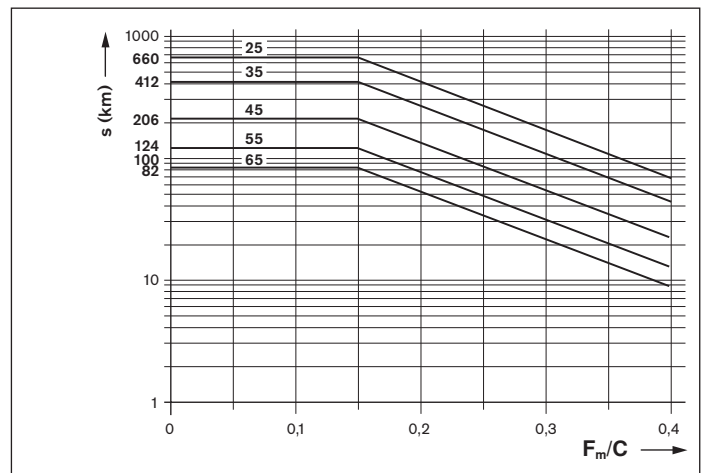

图 2：补充润滑周期
- ▶ 在润滑接口上加注符合表 4 的最小量，直到达到补充润滑周期 (图 2) 为止。
- ▶ 给每个润滑接口加注符合表 4 的最小量，直到达到补充润滑周期 (图 2) 为止。为此所需的润滑脉冲数以及润滑节拍的计算方法请参见补充润滑 (正常行程) 中的描述。
提示：为此所需的润滑脉冲数是表 4 给出的最小补充润滑量与根据表 5 所选的活塞分配器规格之间的商的取整数值。活塞分配器最小许用规格不取决于安装位置。根据公式 1 的润滑节拍是补充润滑周期 (根据图 2) 除以计算得出的润滑脉冲数 (参见设计举例) 所得的商。
- s = 根据图 2 的补充润滑周期 (km)
- C = 额定动载荷 (N)
- Fm/C = 轴承当量动载荷 (N)